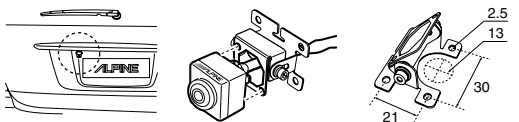

Fig.1/Schéma 1/ Fig.1/ Abb. 1/ Fig.1/Bild 1圖1
1	Attach the camera to the camera mounting ③. Pull the camera cable through to the camera mounting ③, and secure with the hex screws ④ (see Fig. 1).
- Befestigen Sie die Kamera an der Kamerahalterung ③. Führen Sie das Kamerakabel durch den Klappengriff ② und befestigen Sie sie mit den Inbus-Schrauben ④ (siehe Abb.1).
- Lösen Sie die Kamerahalterung ③ und die Schraube zur Winkelanpassung.
- Montare la telecamera sul supporto③. Inserire il cavo nel supporto della telecamera ③ e fissare quest'ultimo usando la vite a testa esagonale ④ (Fig. 1).
- Allentare il supporto ③ e la vite di regolazione dell'angolazione. Stabilire l'angolazione di montaggio e serrare lentamente la vite di regolazione.
- Montera kameran i kamerafästet ③. Dra igenom kamerakabeln till kamerafästet ③ och dra fast den med inbus-skruvarna ④ (se Bild 1).
- Lösa skruven till kamerafästet ③ och vinkeljusteringen. Bestäm infästningsvinkeln och dra försiktigt åt justeringskruven.